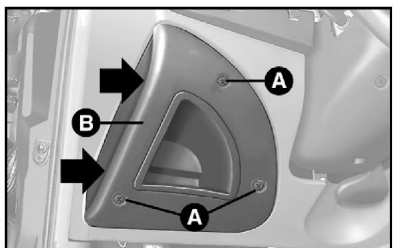

fig. 48
- 1) Soltar os parafusos **A-fig. 48**.